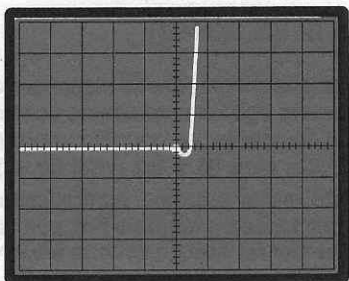

Fig.29 Se vi appare una immagine invertita rispetto alla precedente, significa che avete inserito il terminale Gate nell'ingresso E del tracciacurve.
b) Se sullo schermo dell'oscilloscopio appare una traccia come visibile in fig.29, significa che il GATE del fet risulta collegato all'ingresso E (Emettitore) del tracciacurve.